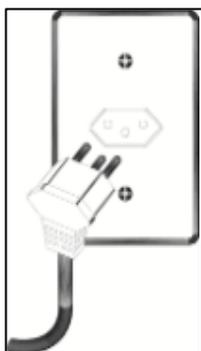

Figura 2
**Fio Terra:** O equipamento possui cordão de alimentação com plug de 3 pinos, neutro + fase + terra. Para evitar riscos para você, funcionários e seus clientes, evitando acidentes com fogo, choque elétrico, ou outros danos pessoais é necessário conectar o fio terra da tomada a um cabo terra eficiente. A ligação do fio terra é necessária e não deve ser feita ao fio neutro da rede elétrica. Caso tenha alguma dúvida em ligar o fio terra adequadamente, chame um eletricista de sua confiança. Para execução do aterramento, siga as normas da ABNT-NBR 5410 seção “Aterramento”. Visualizar Figura 2.